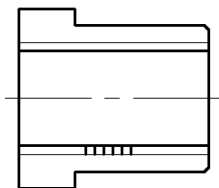

图 8-85 偏移结果
(18) 创建偏移线。单击“偏移”按钮，设置偏移距离为 4，多次执行偏移操作，得到的偏移结果如图 8-85 所示。